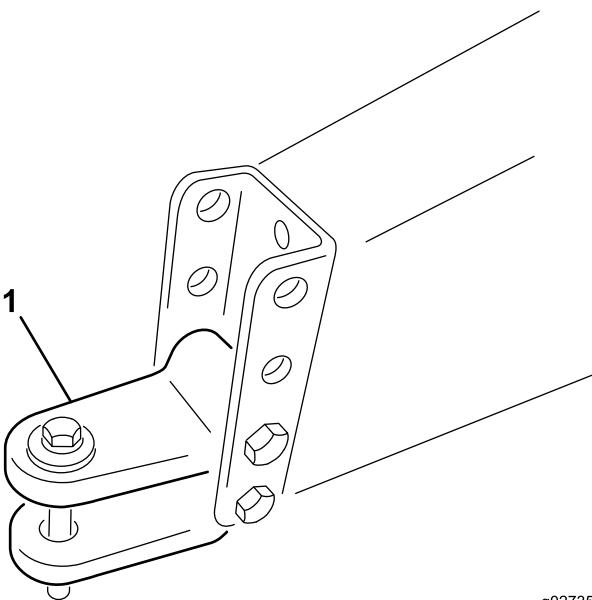

Figure 3
- Enlevez les boulons et les contre-écrous de fixation de la chape d'attelage (Figure 3) au cadre de la machine.